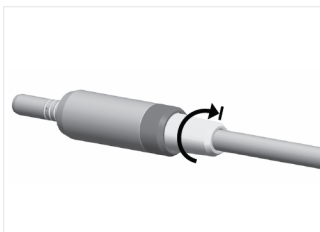

ABB. 3
4. Halten Sie den Motor fest und schrauben Sie die Schlauchmuffe auf den hinteren Motoranschluss (**ABB. 3**).